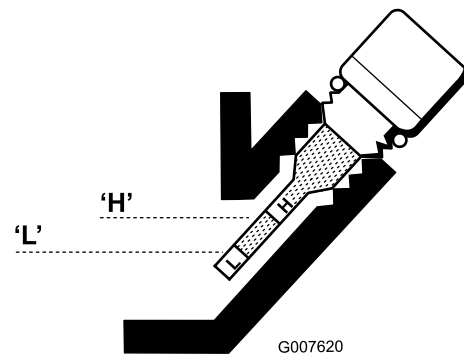

Bild 23
3. Wischen Sie den Stab ab und stecken Sie ihn in den Einfüllstutzen ein. Schrauben Sie ihn nicht in den Einfüllstutzen ein. Nehmen Sie ihn dann heraus und prüfen Sie den Ölstand. Füllen Sie bei niedrigem Ölstand so viel Öl ein, dass der Stand zwischen der H- und L-Marke an der Anzeige liegt (Bild 23). Prüfen Sie den Ölstand erneut. Füllen Sie nicht zu viel ein.